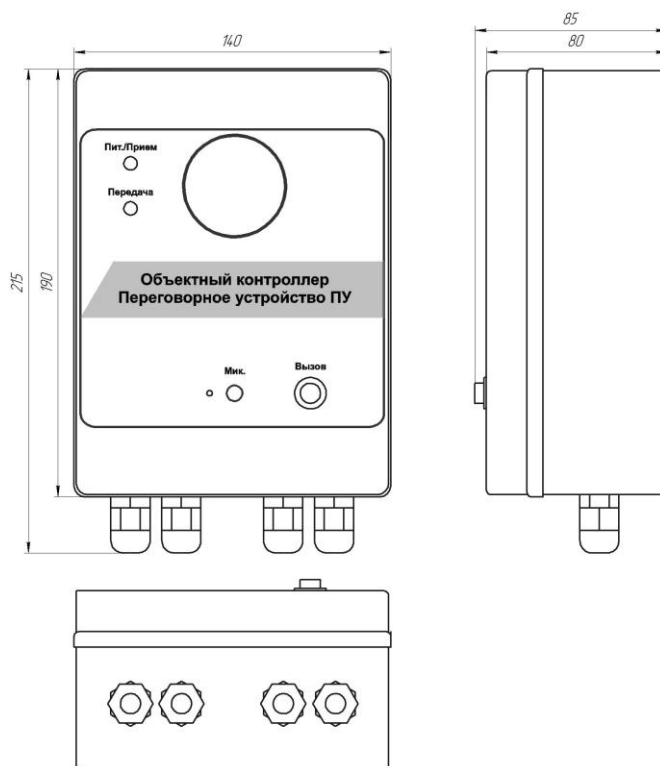

Рис. 1 Габаритные размеры.
- 6.3** Установить ШАПУ на месте эксплуатации и закрепить, габаритные размеры приведены на рис. 1. Монтажное соединение шкафа к стене должно обеспечить класс защиты IP31.